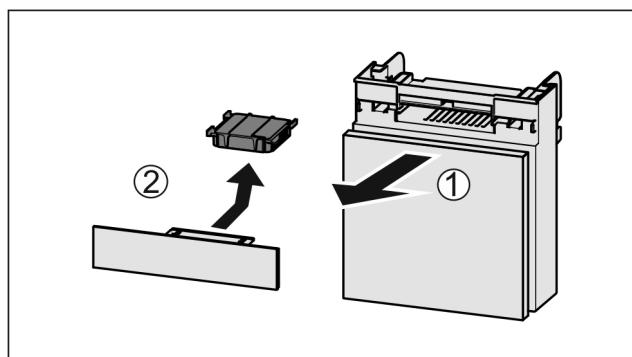

Fig. 111
- Издърпайте Fig. 111 (1) напред отделението.
- Извадете Fig. 111 (2) филтъра с активен въглен.